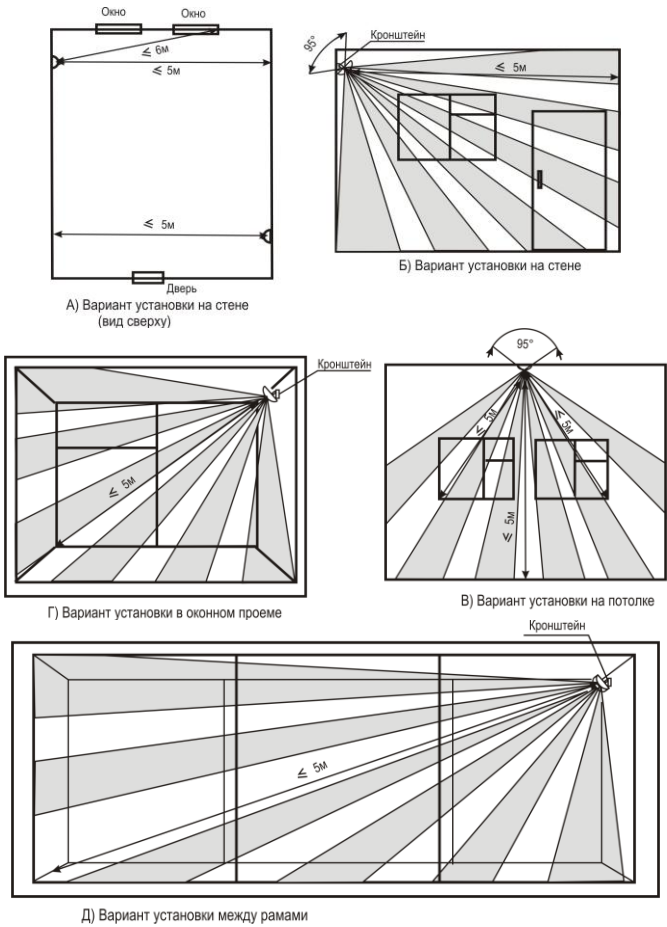

Рисунок 4
8.2 Варианты размещения извещателя приведены на рис. 4